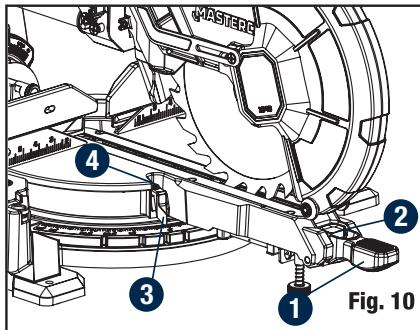

Fig. 10
**ÉCHELLE GRADUÉE (fig. 10)**
- Levez la poignée de verrouillage d'onglet (1), appuyez sur le bouton (2) de verrouillage d'onglet et réglez l'angle d'onglet souhaité sur l'échelle d'onglet.
**Réglage de l'indicateur d'angle d'onglet (fig. 10)**
- Desserrez la vis (4) qui maintient le repère en place à l'aide d'un tournevis à tête cruciforme.
- Réglez le repère (3) à 0° sur l'échelle, puis resserrez la vis.